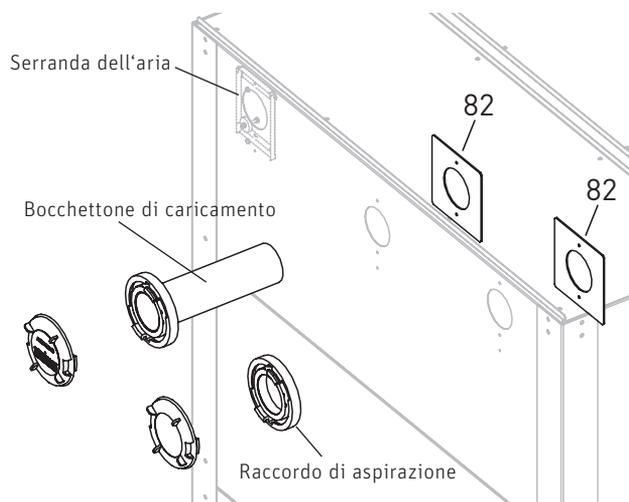

Fig. 18 Montaggio del bocchettone di caricamento e del raccordo di aspirazione
Avvitare 1 bocchettone di caricamento, 1 raccordo di aspirazione – all'esterno, 2 fissaggi per bocchettone (82) – all'interno, rispettivamente con 2 viti a testa svasata M6 x 40 e dadi – Fig. 18.